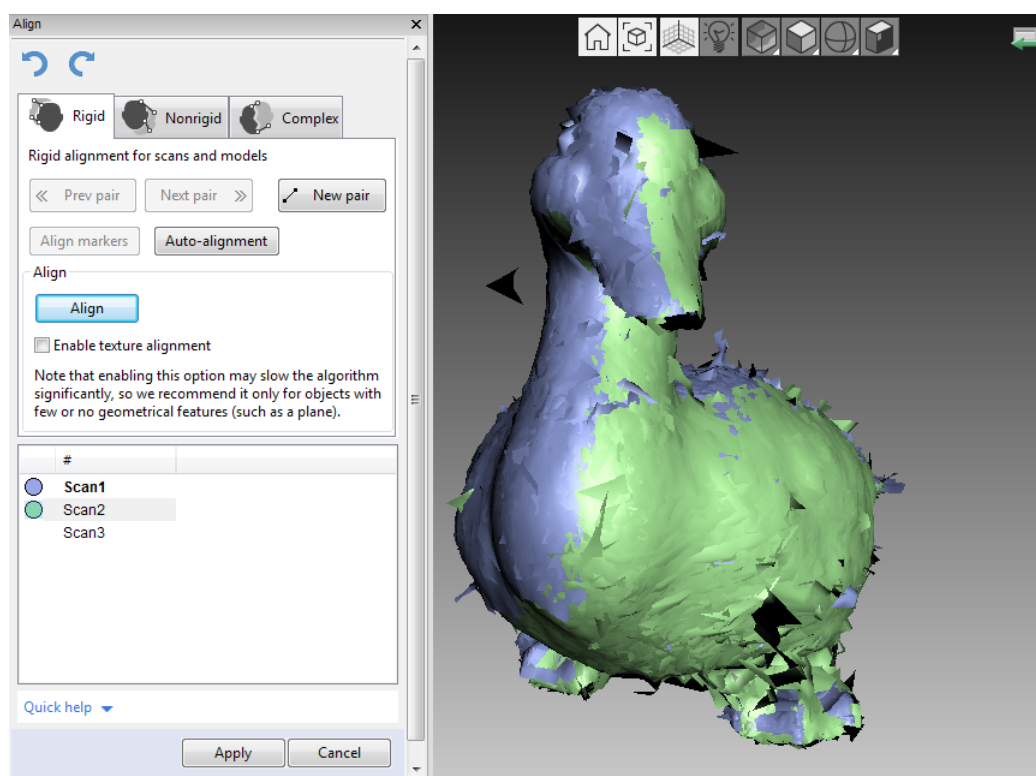

Рис. 8.17: Результат совмещения перетаскиванием
3. Чтобы подтвердить совмещение, отпустите кнопки мыши и клавишу *Shift*, затем нажмите кнопку *Применить*. Важно отметить, что регистрируемые сканы не будут добавлены к зарегистрированному ● множеству (см. *Рис. 8.17*). Это можно сделать вручную, как сказано в начале раздела *Сборка сканов*.